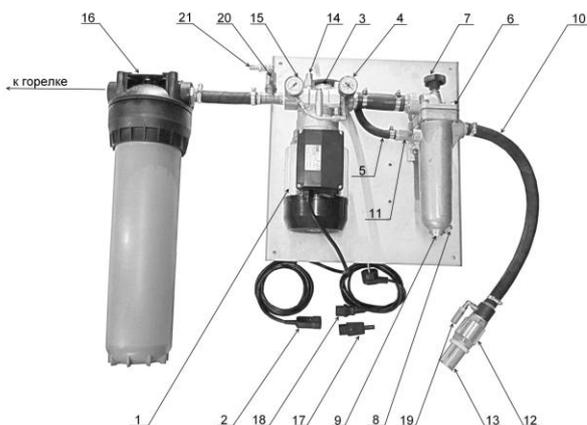

Рис. 15. Блок топливного насоса.
Топливо забирается из расходного бака (*температура топлива не менее +12С*) топливным насосом (Рис.15 поз.3). Проходит через плавающий топливозаборник (Рис.15 поз.10) состоящий из сетчатого фильтра (Рис.15 поз.13), обратного клапана (Рис. 15 поз.12) , разгрузочного клапана (Рис. 15 поз.19), шлага 2,5 м. Затем топливо очищается в самоочищающимся фильтре (Рис. 15 поз.6) и поступает в топливный насос (Рис.15 поз.3). Излишки топлива по трубопроводу циркуляции (Рис.15 поз.5) сбрасываются в самоочищающийся фильтр (Рис.16 поз.3). Разряжение на всасе насоса измеряется вакууметром (Рис.15 поз.4). Если разряжение более 0,5 бар произведите очистку сетчатого фильтра (Рис.15 поз.13) и самоочищающегося фильтра (Рис.16) провернув 4-5 раз маховик фильтра (Рис.16 поз 4).
Из насоса (Рис.15 поз.3) топливо подается через регулятор давления топлива (Рис.15 поз.14) в фильтр тонкой очистки (Рис.15 поз. 16) и поступает в горелку. Для увеличения давления поворачивайте регулировочный винт (Рис.15 поз.14) по часовой стрелке, для уменьшения против часовой. Давление топлива контролируйте по манометру (Рис.15 поз.15). Давление топлива после регулятора давление должно быть 3-4 бара.
При сильном загрязнении фильтра на всасе топливного насоса (Рис.15 поз.13), самоочищающегося фильтра (Рис.16), фильтра тонкой очистки (Рис.15 поз.16) возрастает усилие на валу насоса, что ведет к перегреву и выходу из строя электродвигателя и топочного автомата. Для предотвращения данной ситуации в электрическом шкафе горелки (Рис.6 поз.1) установлен автомат с надписью «НАСОС», который при увеличении токовой нагрузки отключит электродвигатель топливного насоса.
При срабатывании автомата «НАСОС» немедленно произвести чистку фильтра на всасе топливного насоса (Рис.15 поз.13), самоочищающегося фильтра (Рис.16), замену картриджа фильтра тонкой очистки (Рис.21 поз.3).
3.5.2. Заполните топливом всасывающий трубопровод, самоочищающийся фильтр, насос, фильтр тонкой очистки и топливный бак Горелки. Для чего в комплекте топливного насоса предусмотрен кабель с вилкой прямого питания от сети 220 В (Рис.15 поз.18), соедините кабель с разъемом топливного насоса (Рис.15 поз.2). На топливном баке Горелки есть кран сброса воздуха (Рис. 6 поз. 11). Подключите топливный насос напрямую к сети 220 В и откройте кран сброса воздуха. Когда топливная система заполнится, через шланг начнет стекать масло с пузырьками воздуха. После удаления воздуха закройте кран (Рис. 6 поз. 11). Питание насоса подключите по постоянной схеме.
Если топливный насос (Рис.15 поз.3) сразу не захватил топливо, то нужно удалить из него воздух. Для чего закройте кран на самоочищающемся фильтре (Рис.15 поз. 11), отсоедините трубопровод циркуляции фильтр-насос (Рис.15 поз.5), полностью выкрутите винт регулятора давления (Рис.15 поз. 14) и спускайте воздух до появления масла. После чего присоедините трубопровод циркуляции фильтр-насос (Рис.15 поз.5) откройте кран на самоочищающемся фильтре (Рис.15 поз. 11) и винт регулятора давления (Рис.15 поз. 14) установите в изначальное положение.
Давление топлива после насоса (Рис.15 поз.3) должно быть 3-4 бара, разрежение на всасе топливного насоса (Рис.17 поз.4) не более 0,5 бар.
- следить за показаниями вакуумметра на топливном насосе. При разрежении минус 0,4 бар необходимо очистить фильтр на входе насоса (Рис. 15 поз 13) и повернуть 5-6 раз маховик самоочищающегося фильтра;